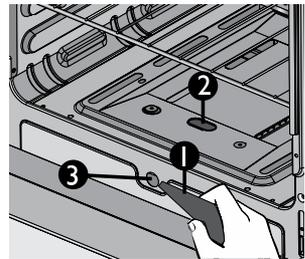

Figura 25
- Abra la puerta del horno. Localice la perforación para la ignición en el centro del difusor (Ver figura 25).
- Prenda un encendedor manual o cerilla y acérquelo a la perforación de ignición ubicado en la zona delantera del difusor o a la perforación ubicada en el frente del difusor según sea el modelo (Ver figura 25).